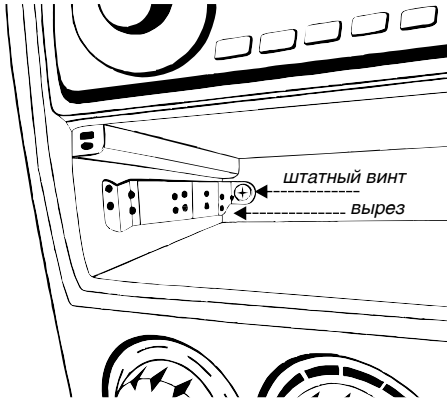

Рис. 4.30
7. Вставьте винты в крепежные отверстия кронштейнов, прикрутите штатными винтами кронштейны, установив их вдоль боковых стенок отсека так, чтобы стороны с фигурными вырезами были направлены вниз. См. рис. 4.30.